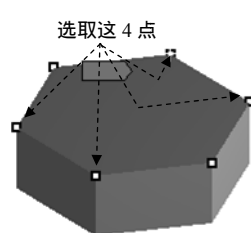

图 4.3.38 指定 end vertex
- 步骤 11** 指定 end vertex。单击以激活 **Specified Ends** 后的文本框，选取图 4.3.38 所示的点，单击 **Apply** 按钮确认。